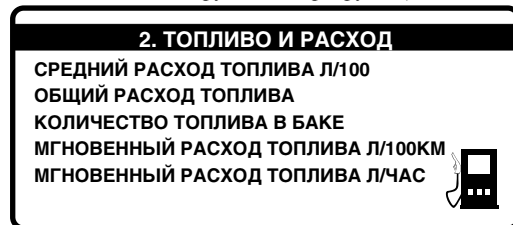

Рис. 4.3
и в правом нижнем углу индицируется иконка группы Рис. 4.3
A.2 [**▲**] или [**▼**] - переключайте группы пока не выберете необходимую. Рис. 4.3